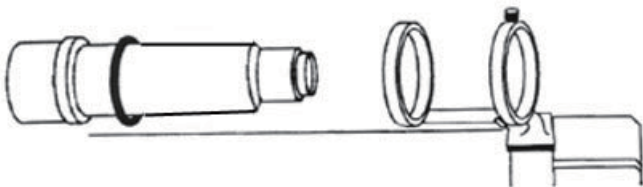

図 1-3
2. ファインダースコープの接眼レンズ側をブラケットの前面リング(調整ネジのない方のリング)に差し込み、背面リングに通します。ファインダーが背面リングを通過するように、バネ式のピボットネジを押し下げ必要がある場合があります(図 1-3 参照)。